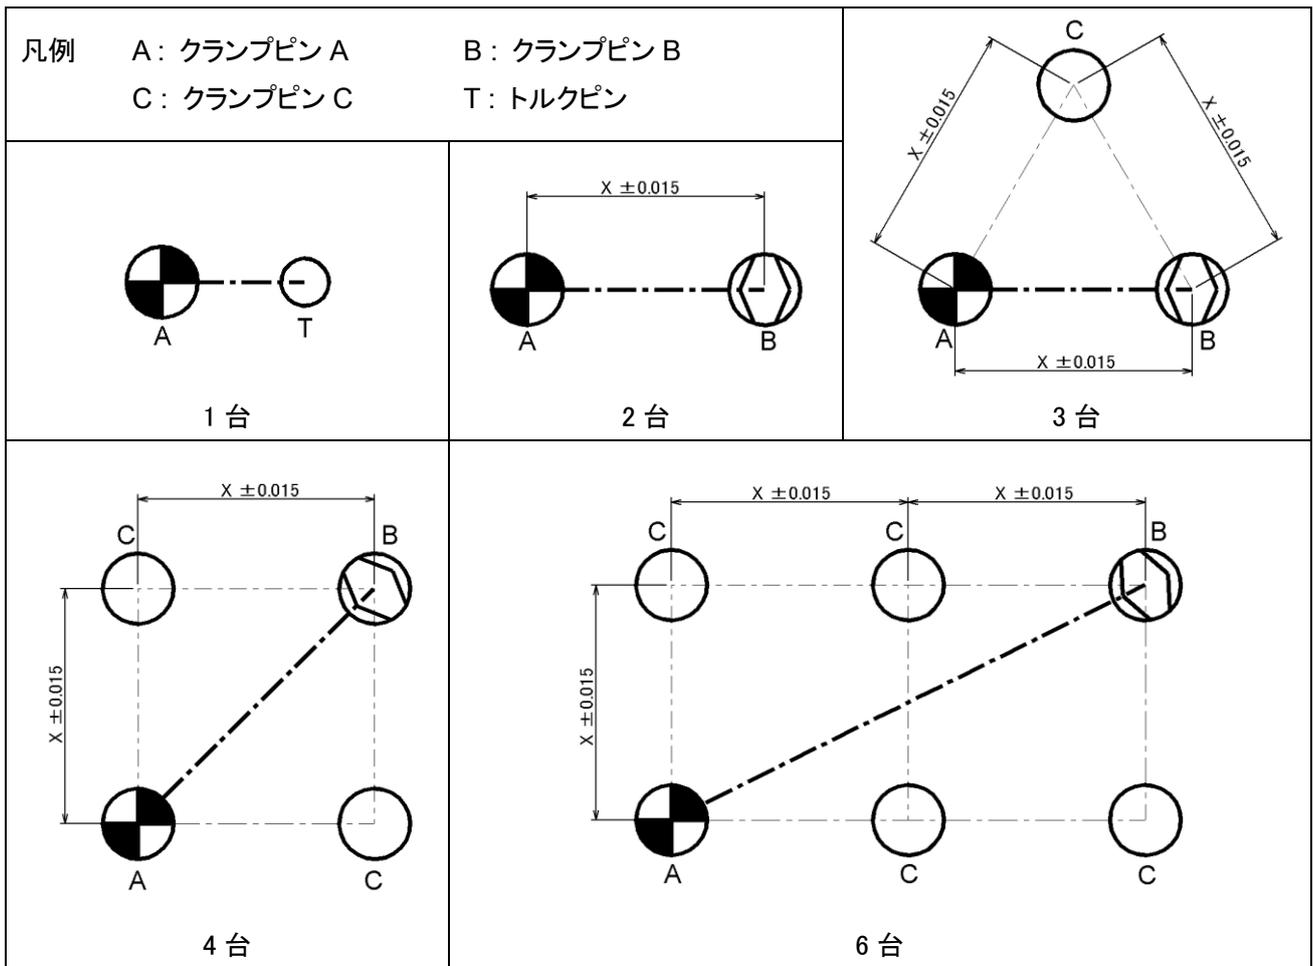

図 10 クランプピンとトルクピンの使用例
- 図 10 のように、使用するパレットクランプの台数に応じてクランプピンの種類と位置を決定してください。特にクランプピン B (ダイヤピン) はクランプピン A (基準ピン) に対して向きがありますので注意が必要です。